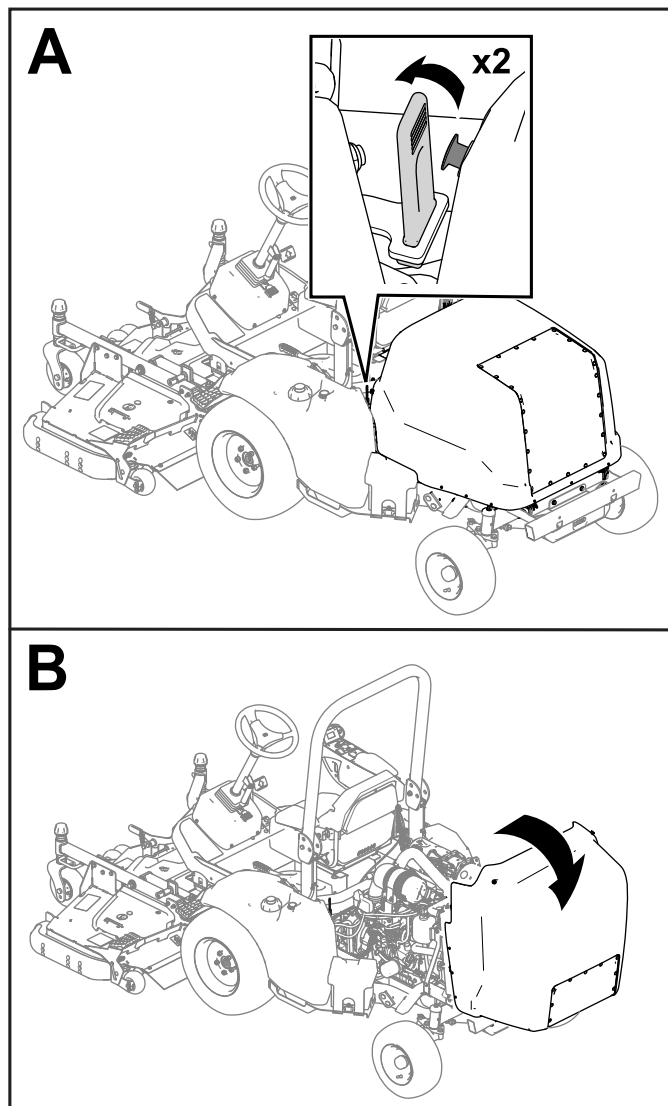

Figura 42
1. Abra los cierres en cada lado de la máquina (Figura 42).
2. Levante el capó (Figura 42).